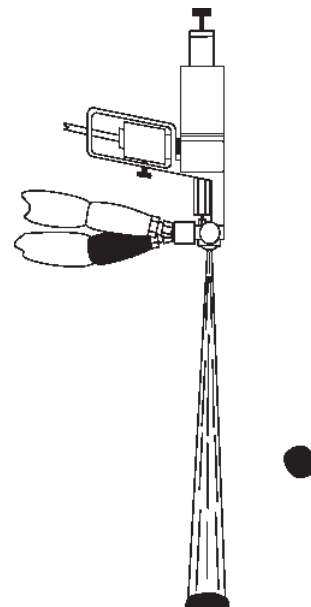

FIG. 11: Point de pulvérisation
- c. Le point de pulvérisation est atteint lorsque le jet chimique se pulvérise en voile, comme illustré sur FIG. 11.